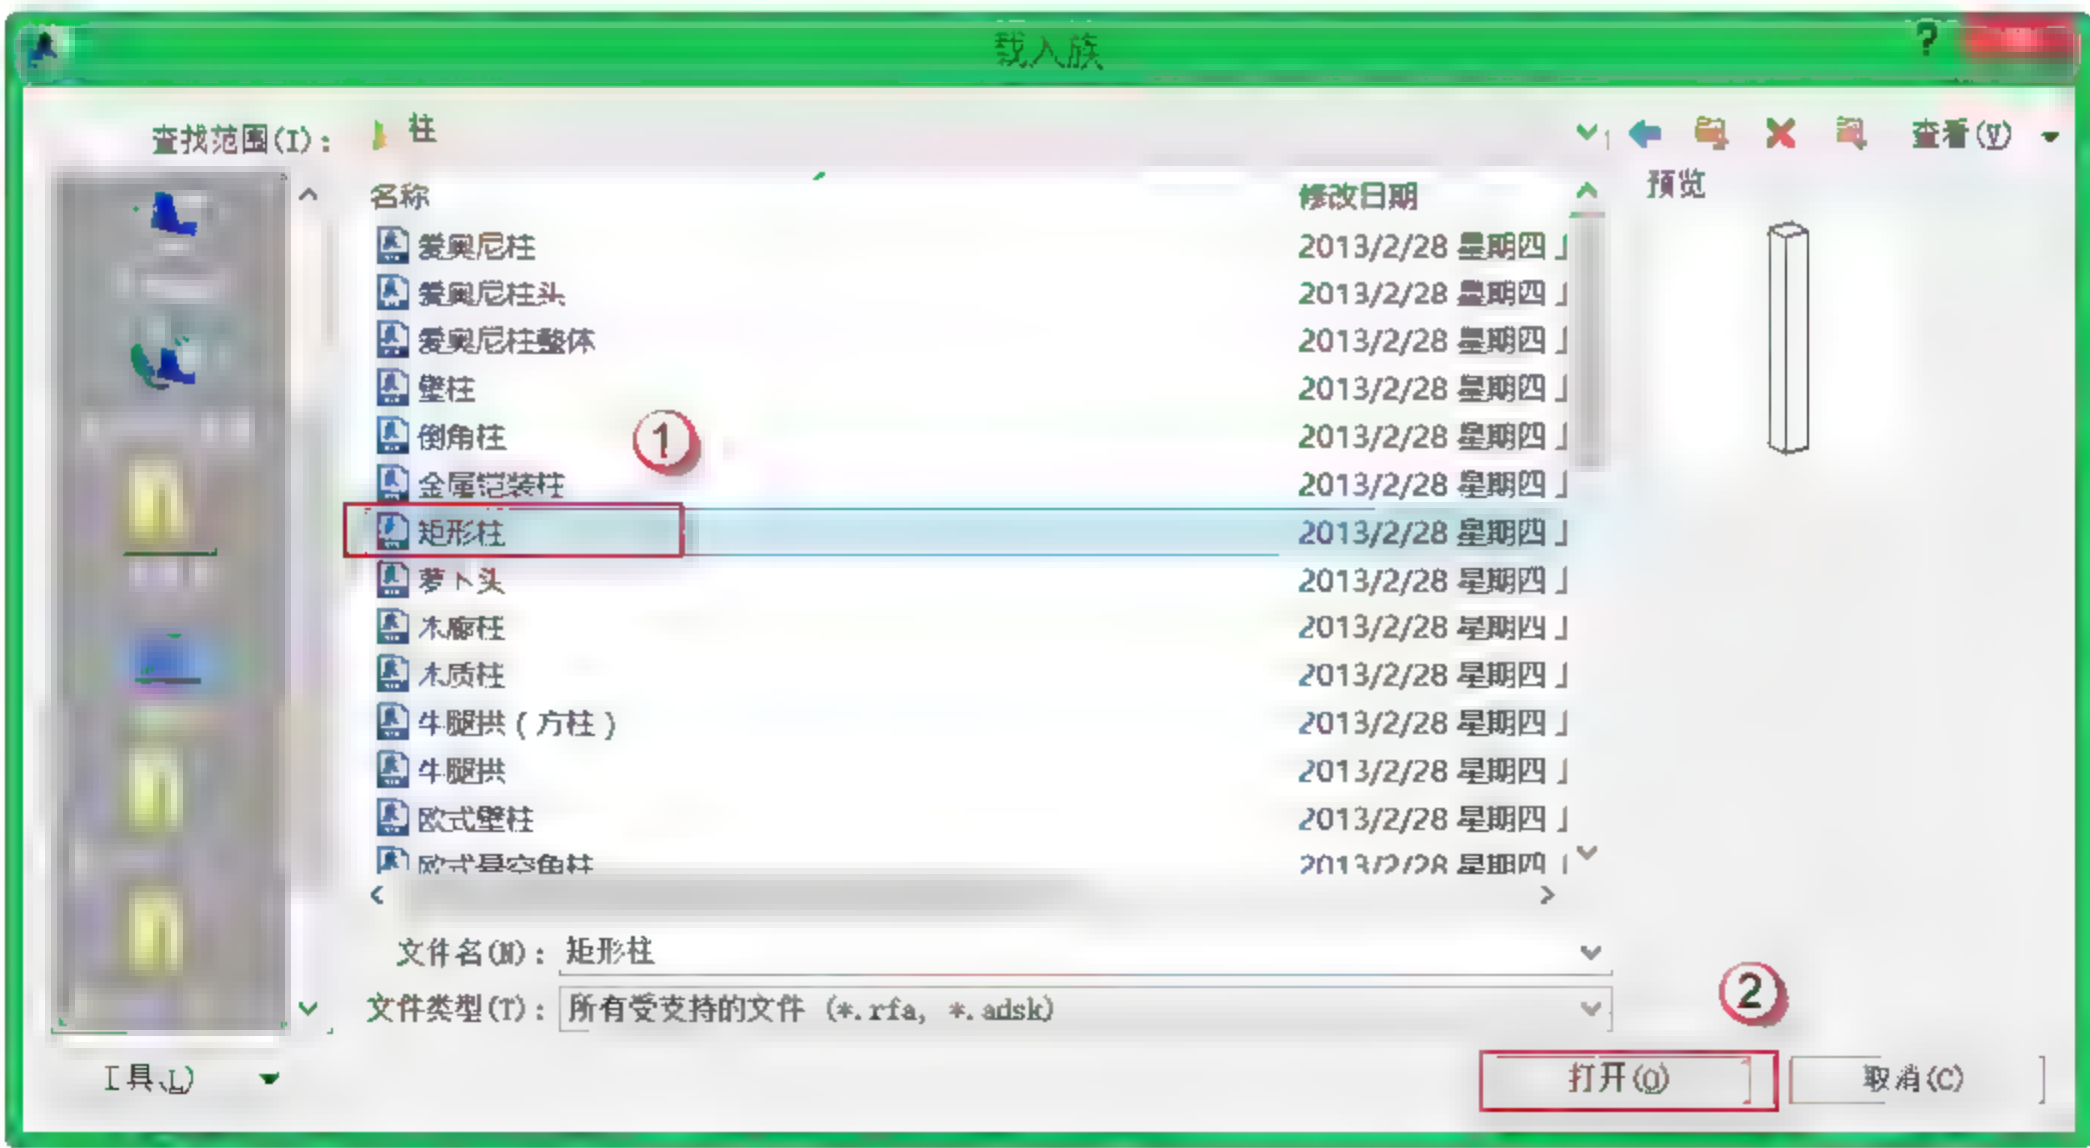

图 10.2.54 载入建筑“矩形柱”族
(1) 载入建筑“矩形柱族”。选择“插入”→“载入族”→“建筑”→“柱”→“矩形柱”命令,弹出“载入族”对话框,单击“打开”按钮,如图 10.2.54 所示,载入建筑“矩形柱”。